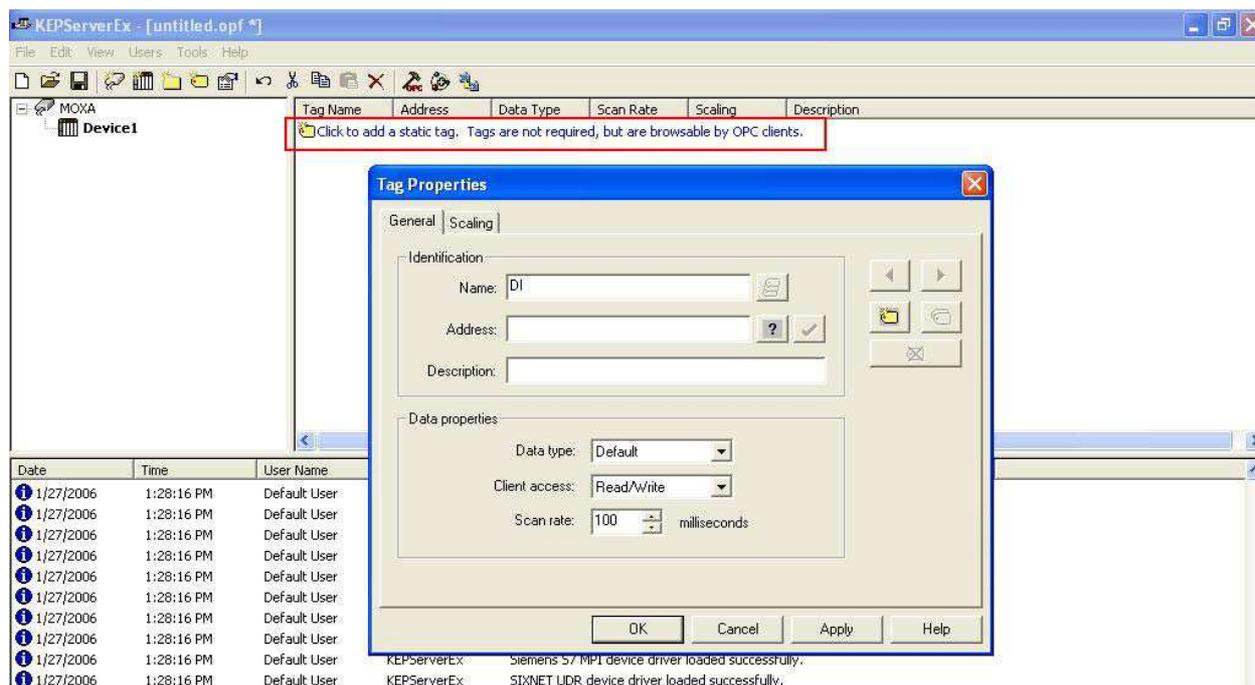

Рис.10
2.8 Нажмите на индикатор (см. Рис.10), чтобы добавить теги DI, DO, AI и АО к модулю.